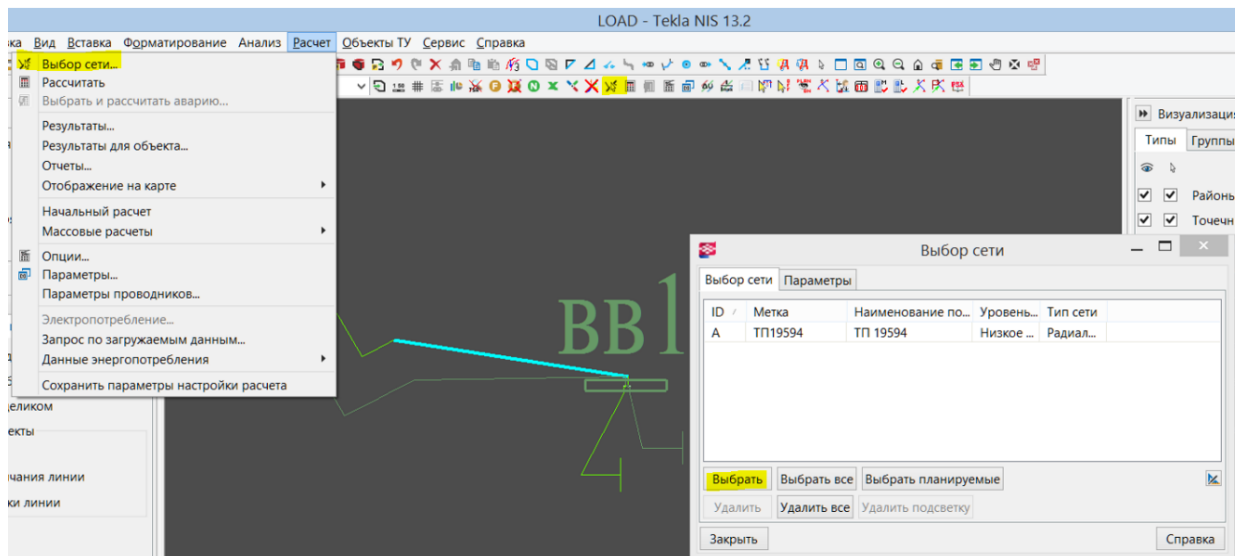

Рисунок 26 – Выбор сети
– выполнить расчет сетей НН (рис. 26).